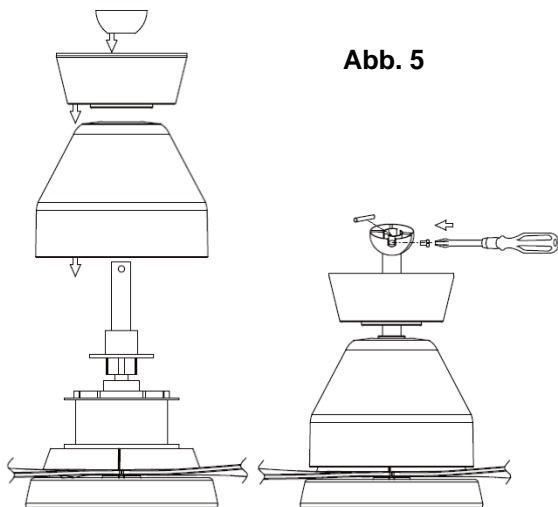

Abb. 5
- Die Haube (3) und das Motorgehäuse (5) vom Verbindungsstab (4) abmontieren.
- Mit den 3 Rotorblattschrauben (6) das Rotorblatt (7) an der Rotorblatthalterung (8) befestigen.
- Das Motorgehäuse und die Haube wieder an der Verbindungsstange anbringen. Abb. 5
- Den Stift und das Kugelgelenk wieder an der Verbindungsstange montieren. Abb. 5